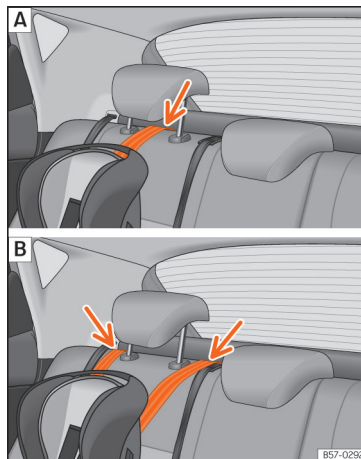

Abb. 41 Befestigungsgurt: Einstellung und Einbau je nach Top Tether-Gurt.
- Führen die den Gurt unter der Kopfstütze des Rücksitzes durch »» **Abb. 41** (in Abhängigkeit der Gebrauchsanweisungen des Kindersitzes ggf. Kopfstütze anheben oder entfernen).